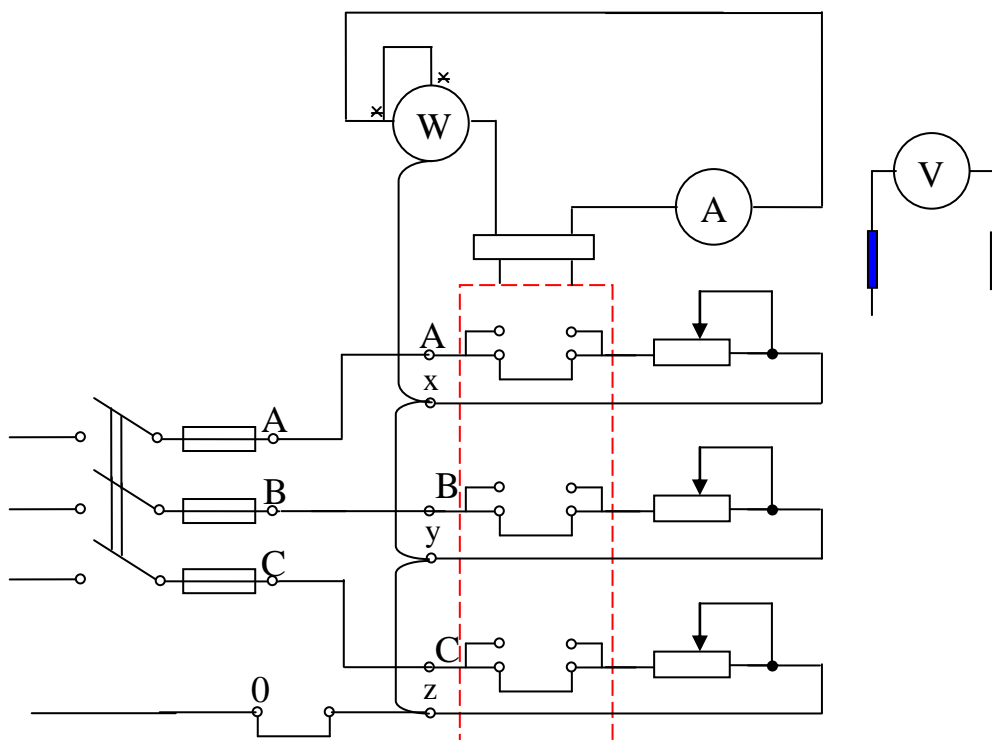

Рис.6
1) Собрать схему (Рис.6)
### а) Равномерная нагрузка (Рис.6)
### в) обрыв нулевого провода при неравномерной нагрузке (Рис.6)